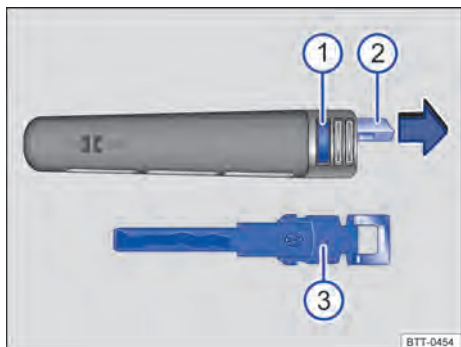

Fig. 24 Chave do veículo: pressionar o botão ① e retirar a chave de emergência ③ do olhal ②.
Na chave do veículo se encontra uma chave de emergência $\Rightarrow$ Fig. 24 ③ para destravamento e travamento manual.
Na chave do veículo $\Rightarrow$ Fig. 24: